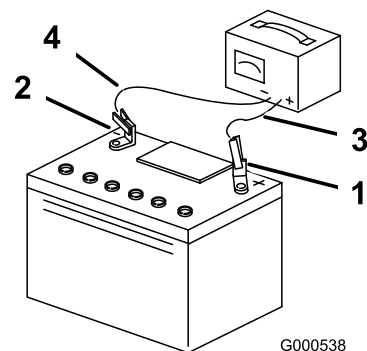

Figura 31
- Quando la batteria è completamente carica, staccate il caricabatterie dalla presa elettrica e scollegate i cavi di ricarica dai poli della batteria (Figura 31).